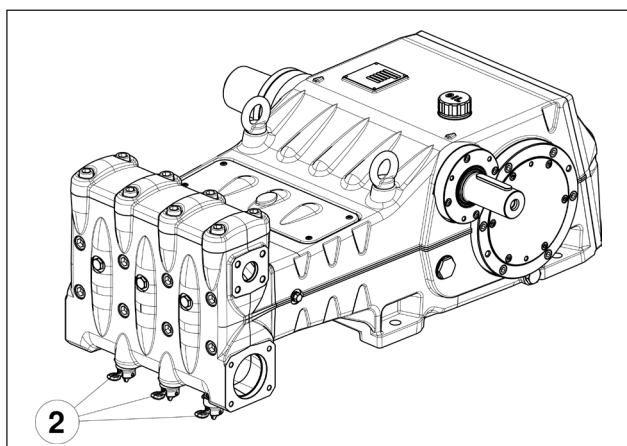

图 9
需要长时间存放或长时间不使用时，必须通过三个升阀装置(参阅位置② 图 9)检查吸入阀和输出阀的良好运作。起动泵前，确保已经关闭了阀门。